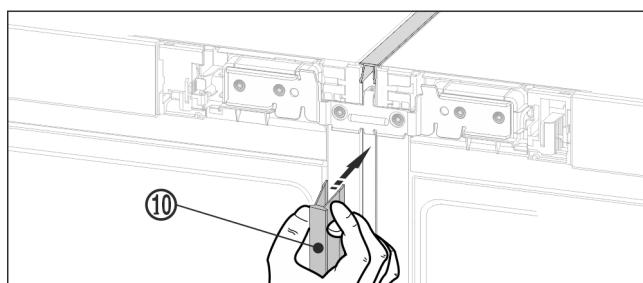

Fig. 21 *
- Na přední straně zatlačte dlouhou krycí lištu Fig. 21 (10) do svíslé spáry. Dbejte na to, aby lišta stála na spojovacím plechu.*